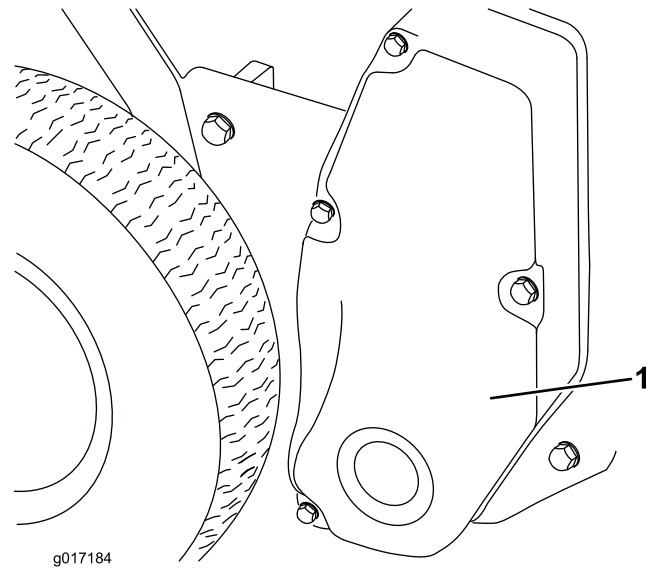

图17
1. 卸下将滚刀驱动皮带罩固定到右侧板的 4 个螺栓，并取下盖子（图17）。